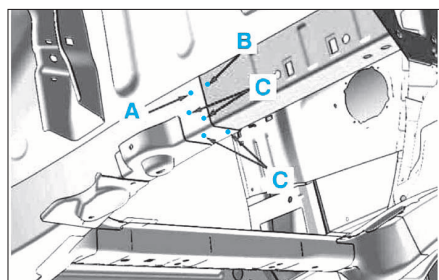

FIG. 68
- Dépointer aux endroits indiqués A,B,C,D,E et F (Fig.68 et 69)